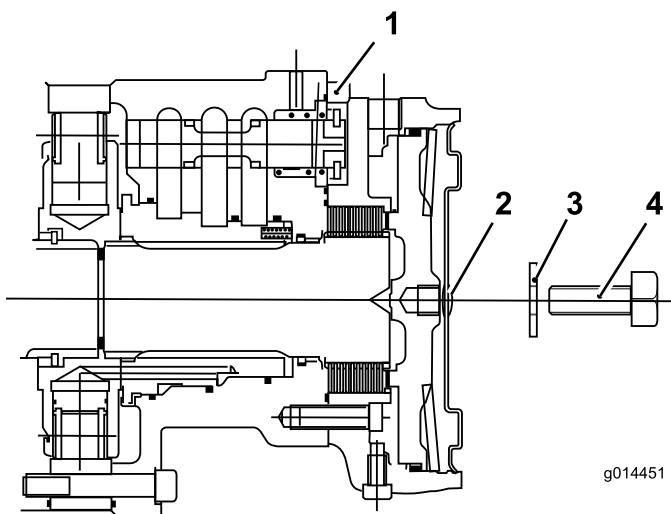

Figura 39
1. Retire el perno de 12 mm x 40 mm y la arandela de 12 mm del taladro en el centro de la placa del extremo del motor (Figura 39).